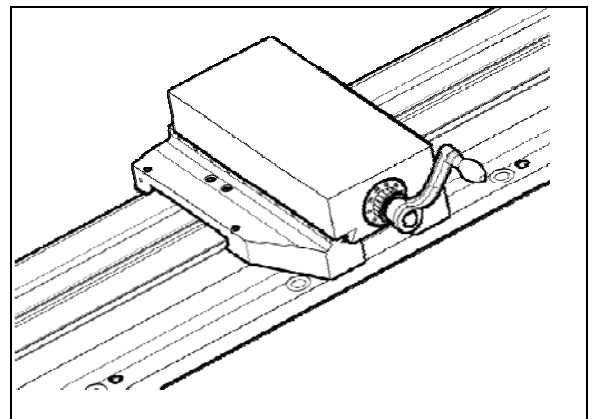

FIGURA 23 POSTE DE HERRAMIENTA EN BLANCO
3. Un poste de herramienta en blanco (Figura 23).